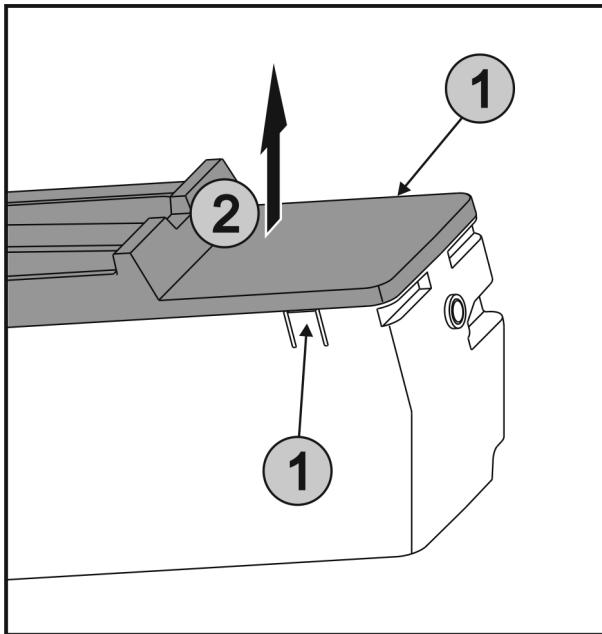

Fig. 40
- Apăsați simultan eclisele Fig. 40 (1) de pe ambele părți ale EasyTwist-Ice și scoateți capacul Fig. 40 (2) în sus.